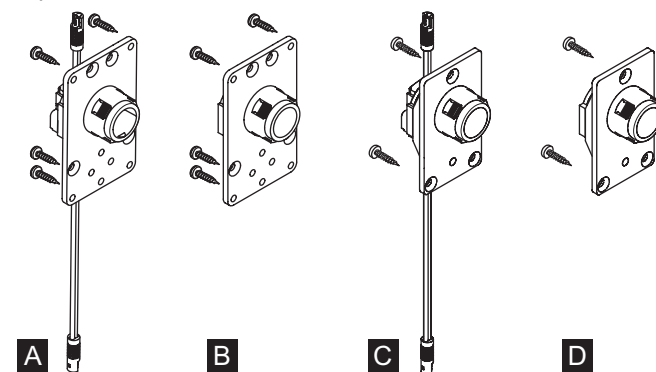

Fig. 2: Diferentes modelos de juegos de pletina
- Juego de pletina Mono 20 P/L con cable eléctrico (Fig. 2/A)
- Juego de pletina no electrificado Mono 20 P/L (Fig. 2/B)
- Juego de pletina Mono 20 P/L light con cable eléctrico (Fig. 2/C)
- Juego de pletina no electrificado Mono 20 P/L light (Fig. 2/D)